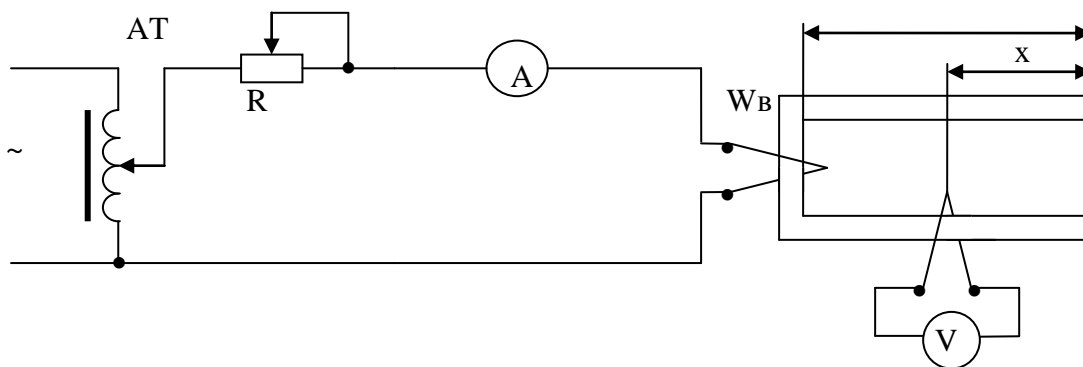

Рис. 10.2
3. Создайте тестовую диаграмму ТЭЦ (рис. 10.2).